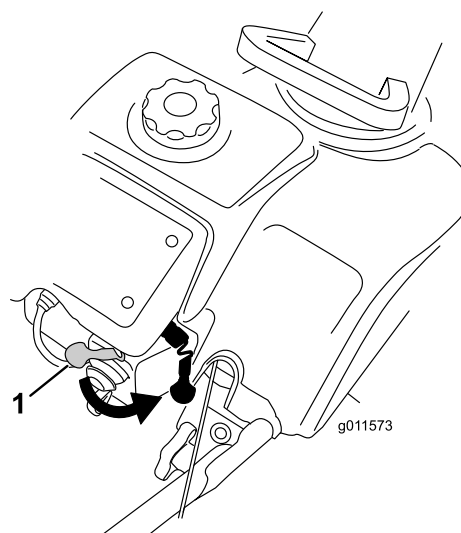
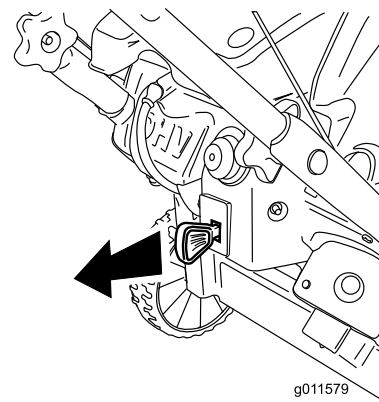

Рисунок 16
Рисунок 22
2. Переведите рычаг дроссельной заслонки в положение вправо (Рисунок 16).
Для остановки двигателя вытяните ключ зажигания наружу до щелчка в положении Off (Отключено) (Рисунок 22) или передвиньте рычаг дроссельной заслонки доотказа вправо (Рисунок 16).